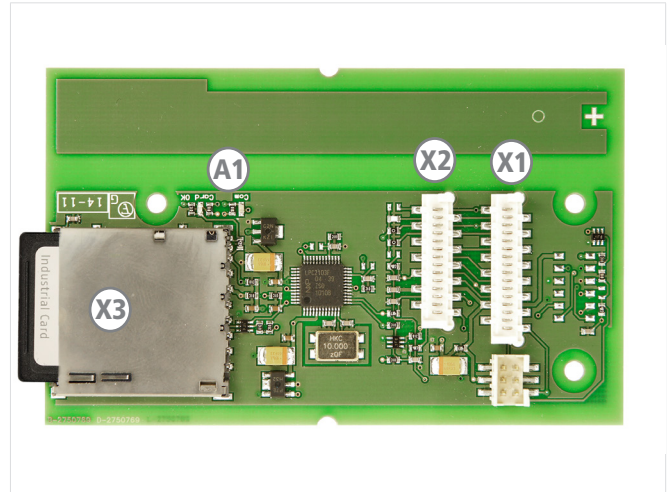

Abb. 1: Speicherkartenmodul MCM 35
- Die SD-Speicherkarte mit der Kontaktseite in Richtung Modul-Leiterplatte bis zum Anschlag in die Halterung schieben, bis diese einrastet (siehe Abb. 1).